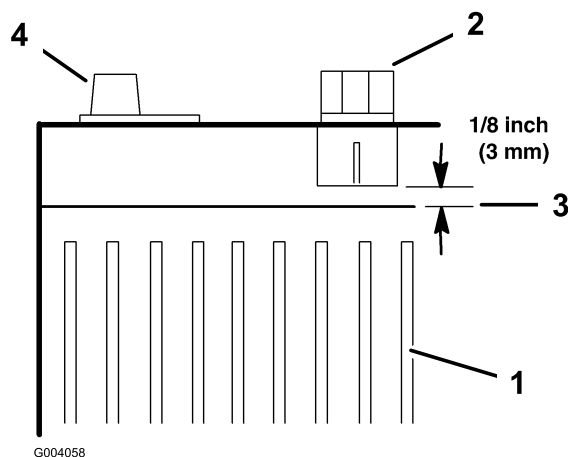

Figura 27
7. Rabboccate con acqua distillata quanto basta per portare il livello dell'elettrolito a 3 mm sotto la base di ogni pozzetto di riempimento (Figura 27).